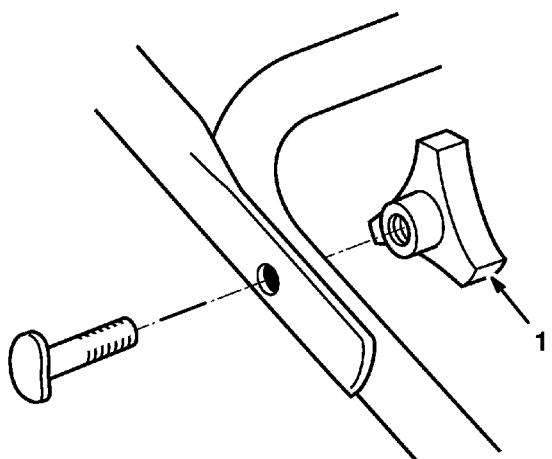

Figure 45
1. Enlever la molette droite et la remettre à l'extérieur du guidon (Fig. 45 et 46).